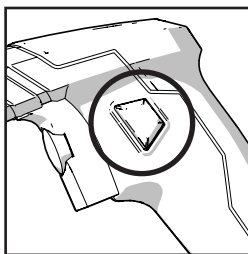

Fig. 6
- Apăsați și mențineți apăsat butonul de blocare. (Fig. 6)